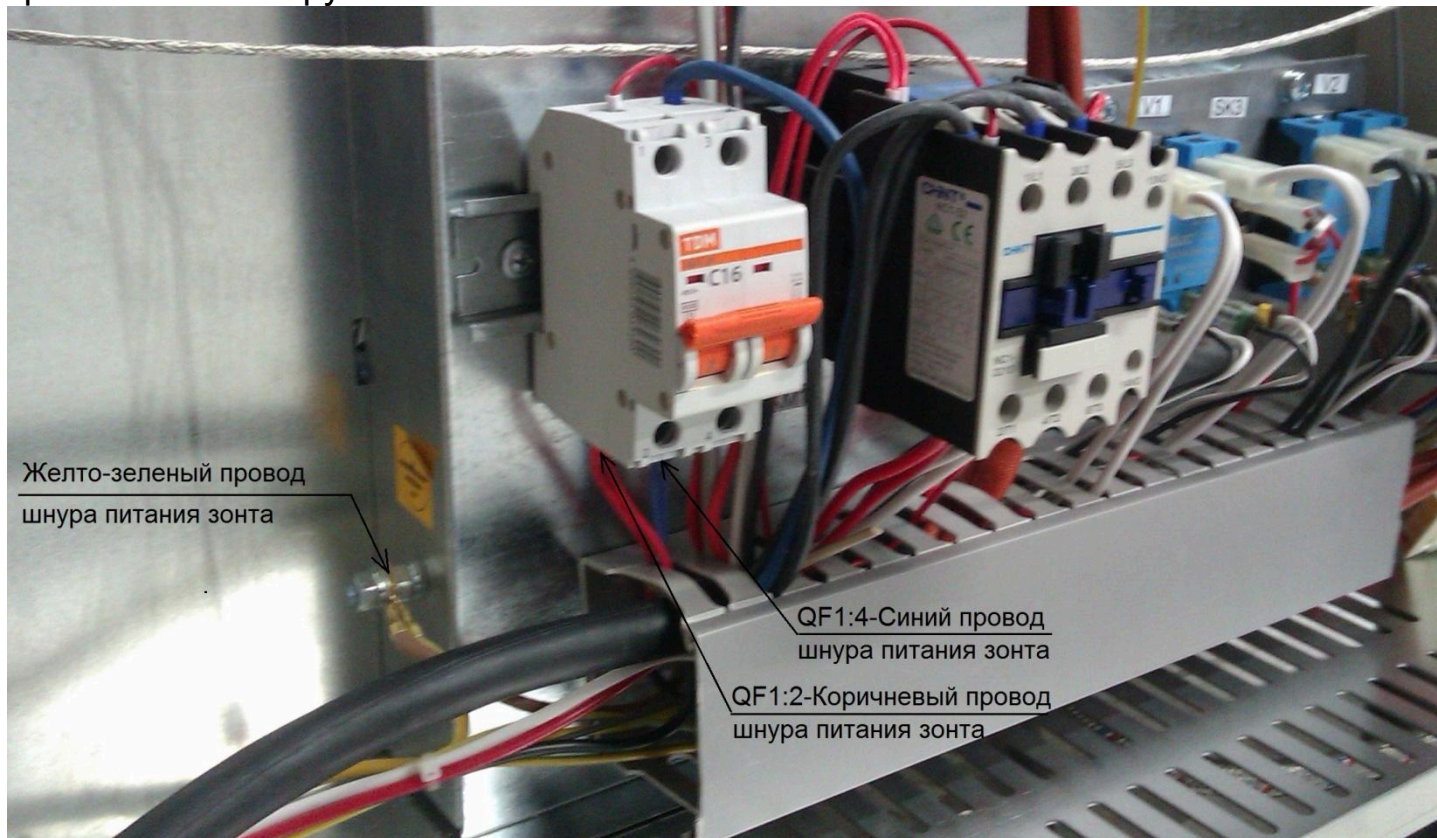

Рис.1 Подключение шнура питания зонта
- коричневый провод шнура питания (L) подключить к автоматическому выключателю OF1:2 пароконвектомата (рис. 1);
- синий провод шнура питания (N) подключить к автоматическому выключателю OF1:4 пароконвектомата (рис. 1);
- желто-зеленый провод шнура питания подключить к шпильке заземления щита (рис. 1);